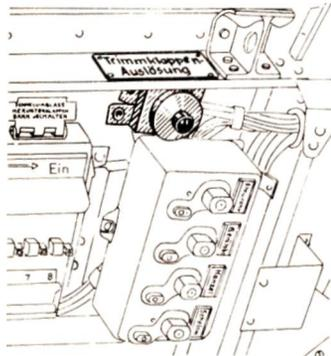

Abb. 12 Rücktrimmknopf an der linken Führerraumseltenwand
Beim Drücken des Bombenauslöseknopfes am Steuerhorn oder des Rücktrimmknopfes (Abb. 12) an der linken Führerraumseitenwand wird durch einen Magneten der Dreiknopfschalter (Abb. 11) hinter Rumpfspant 9 umgeschaltet und somit das Drucköl zu den Trimmklappen­Einziehstreben (1) (Abb. 10) in der Höhenflosse umgesteuert. Die Kolben der Einziehstreben fahren ein und die Trimmklappen erhalten
Soll das Abfangen des Flugzeuges aus dem Sturzflug ohne Bombenabwurf erfolgen, dann ist an Stelle des Bombenauslöseknopfes am Steuerhorn der Rücktrimmknopf (Abb. 12) an der linken Rumpfseltenwand zu drücken. Das Abfangen wird dann genau so, wie auf Seite 411 beschrieben, eingeleitet.